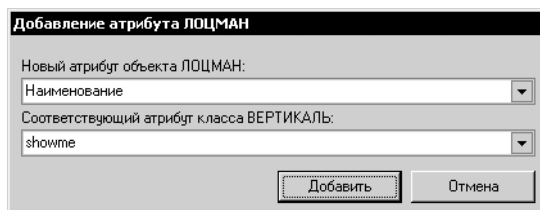

Рис. 23.18. Добавление атрибута ЛОЦМАН
2. В открывшемся окне **Добавление атрибута ЛОЦМАН** (рис. 23.18) в верхней части окна выберите из раскрывающегося списка атрибут **Наименование**.
3. Введите соответствующий атрибут класса ВЕРТИКАЛЬ — *showme* в нижнее поле окна **Добавление атрибута ЛОЦМАН** (рис. 23.18).